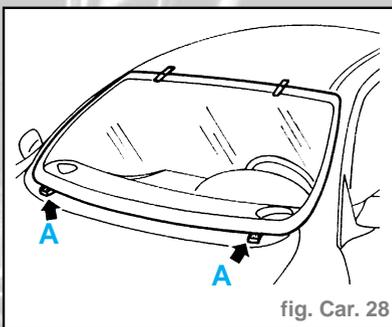

fig. Car. 28
- Les pattes de retenue à glissement (A) situées dans la partie inférieure doivent soutenir le pare-brise vers le haut et le maintenir aligné avec le toit (fig. Car. 28).